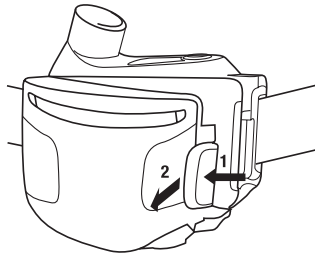

Fig. 5
- Presione el sujetador de la cubierta en el lado derecho y levántela (Fig. 5).